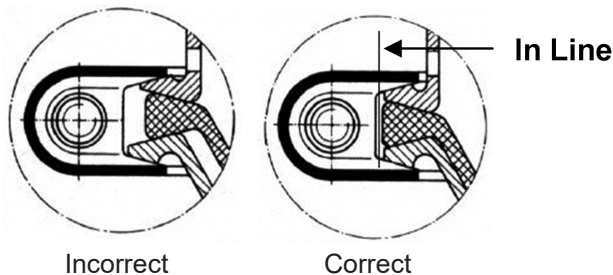

Figure 5 – Position correcte du diaphragme
6. Aligner la bande de serrage à la bonne position et, avec l'entretoise en place entre les brides, utiliser une pince de soudeur pour plier la bande autour du logement. Insérer le boulon et engager l'écrou de la bande de serrage. Avant de serrer, vérifier que les deux logements et le diaphragme sont correctement alignés - Voir figure 5. Serrer l'écrou de la bande de serrage à un couple initial de 11 pi-lb. Tester l'étanchéité de la bande avec une solution savonneuse pendant que l'actionneur est encore sur l'établi (une fuite de 100 SCCM est autorisée). Ajuster et resserrer si nécessaire jusqu'à un couple final maximum de 13 pi-lb.